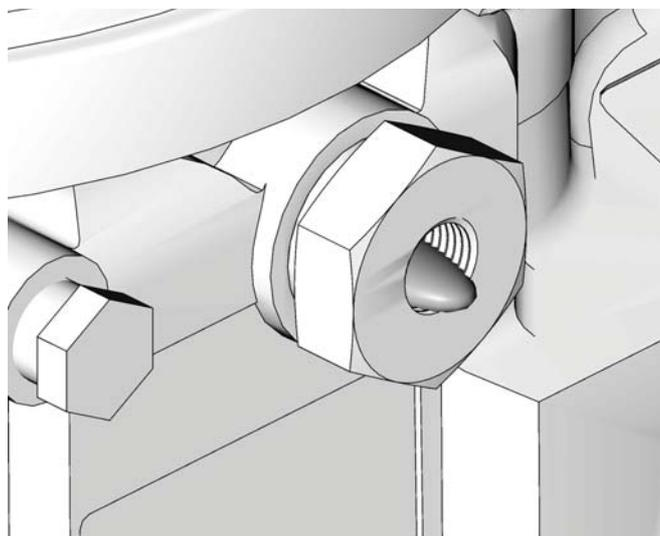

рис. 16
2. Запустите насос и не выключайте до тех пор, пока воздух не перестанет смешиваться со смазочным материалом, выходящим из фитинга патрона (рис. 16).